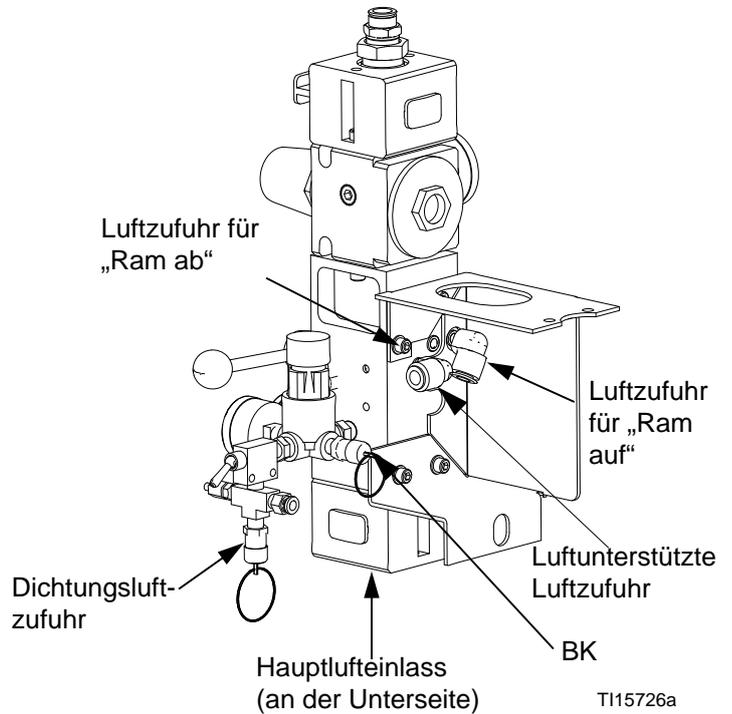
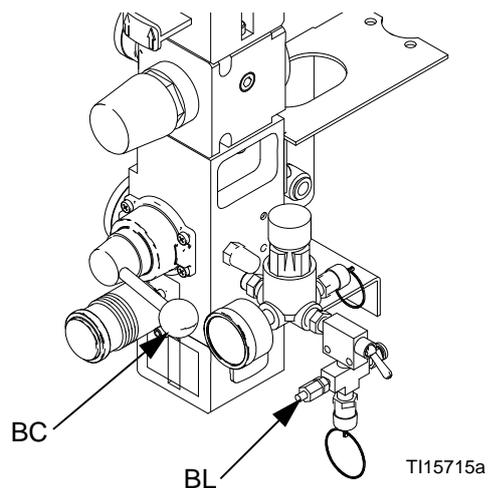

ABB. 3: Luftreglermodule
ABB. 4. Das Entlüftungsventil und den Schalldämpfer mit dem Ventil abdichten
- H Eingeschlossene Luftregler (*siehe ABB. 3; offene Luftregler sind ebenfalls erhältlich.*)
- H Eingeschlossene Luftregler (siehe ABB. 3; offene Luftregler sind ebenfalls erhältlich.)
Siehe ABB. 3. Die Größe des Lufteinlasses beträgt 1/2 NPT(f) an den eingeschlossenen Luftreglern und 3/4 NPT(f) an den offenen Luftreglern. Zur integrierten Druckluftsteuerung gehören:
- **Hauptluftventil (BA):** Schaltet die Luft zum System ein und aus. Wenn das Ventil geschlossen ist, lässt es den Druck nach dem System ab.
- **Druckluftregler an der Ram (BB):** Regelt den Druck für „Ram auf“ und „Ram ab“.
- **Ram-Richtungsschalter/-ventil (BC):** Regelt die Ram-Richtung.
- **Abgasöffnung mit Schalldämpfer (BD)**
- **Luftmotorregler (BE):** Regelt den Luftdruck zum Motor.
- **Luftmotorschalter/Schieberventil (BF):** Schaltet die Luft zum Luftmotor ein und aus. Wenn der Schieber geschlossen ist, wird die Luft freigesetzt, die zwischen dem Schieber und dem Druckluftmotor eingeschlossen ist.
- **Luftunterstütztes Ventil (BG):** Schaltet die Druckluft ein und aus, um die Ram-Platte aus einem leeren Behälter herauszudrücken. Verwendet die Luft in der Leitung.
- **Luftregler für aufblasbare Dichtung (BH):** Regelt den Luftdruck zur aufblasbaren Dichtung.
- **Schalter für aufblasbare Dichtung (BJ):** Regelt das Luftaufpumpen und -ablassen der Ram-Plattendichtung.
- **Luftablassventil (BK):** Baut Überdruck automatisch ab.
- **Entlüftungsventil für Dichtung (BL):** Lässt Luft aus der aufblasbaren Dichtung entsprechend den Anforderungen an die Verjüngung des Behälters ab. Für offene Luftreglermodule, siehe ABB. 3. Bei eingeschlossenen Luftreglermodulen befindet sich das Ventil innerhalb des Kastens. Siehe ABB. 4 auf Seite 16.
- **Schalldämpfer mit Nadelventil (BN):** Ermöglicht die Einstellung des Wegs, wenn die Ram-Platte abgesenkt wird. Innerhalb des Kastens am eingeschlossenen Luftreglermodul angebracht. Wird bei einem offenen Luftreglermodul nicht benötigt, weil die Ram-Rate mit dem Richtungsventil eingestellt werden kann.
1. **Eingeschlossene Luftregler:** Siehe ABB. 3. Den Schalter des Luftmotors (BF) auf „Aus“ stellen.
Offene Luftregler: Siehe ABB. 3. Schieberventil des Luftmotors schließen (BF).
2. Den Ram-Richtungsluftregler auf Null zurückstellen. Ram-Richtungsschalter/-ventil (BC) auf AB stellen. Die Ram wird langsam abgesenkt.
4. Den Schalter der aufblasbaren Dichtung (BJ) auf „Aus“ stellen.
6. Hauptlufthahn (BA) schließen.
ANMERKUNG: Eingeschlossene Regler: Zur Erhöhung oder Senkung der Geschwindigkeit der Abwärtsbewegung der Ram-Platte, das Ventil in der Steuereinheit auf dem Schalldämpfer (BN) einstellen. Siehe ABB. 4 auf Seite 16.
Siehe ABB. 3 auf Seite 12.